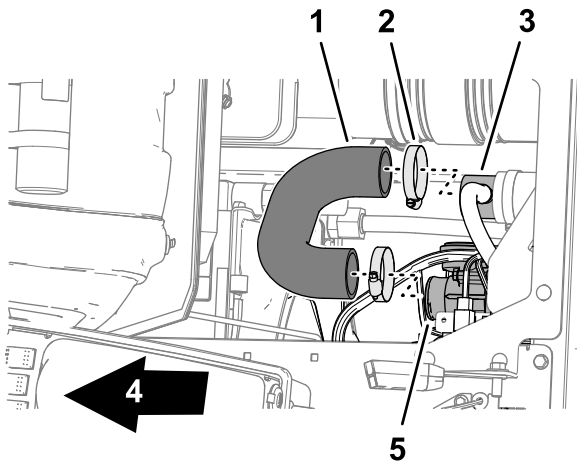

Bild 1
2. Entfernen Sie unterhalb des Beifahrersitzbereichs die beiden Schlauchklemmen, mit denen der Luftfilterschlauch am T-Entlüftungsrohr und am Einlass des Drosselklappengehäuses befestigt ist (Bild 1).